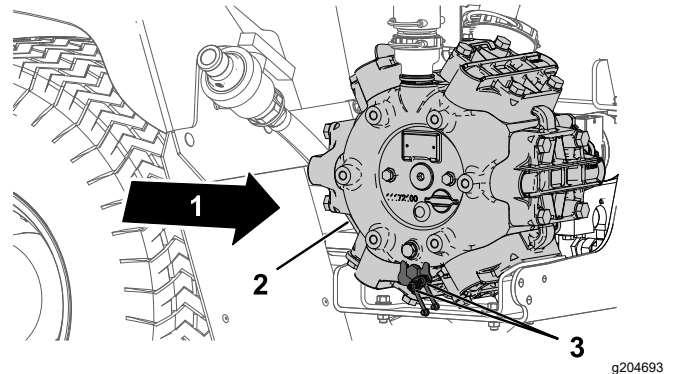

Figura 67
1. Limpie los 2 engrasadores remotos (Figura 67).
2. Bombee grasa en el engrasador remoto (Figura 67).